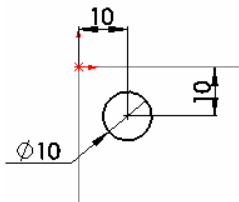

图 5-101 绘制的草图
⑤ 绘制草图。选择菜单栏中的“工具”→“草图绘制实体”→“圆”命令，在上一步设置的基准面上绘制一个圆并标注尺寸。结果如图 5-101 所示。